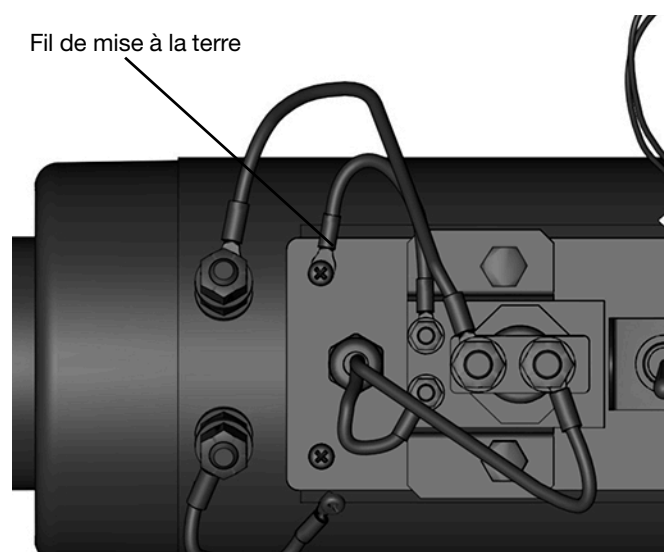

FIG. 42
13. Insérez les quatre vis du couvercle de la boîte à bornes et serrez-les en vous assurant que le fil de mise à la terre est correctement connecté (voir FIG. 42).